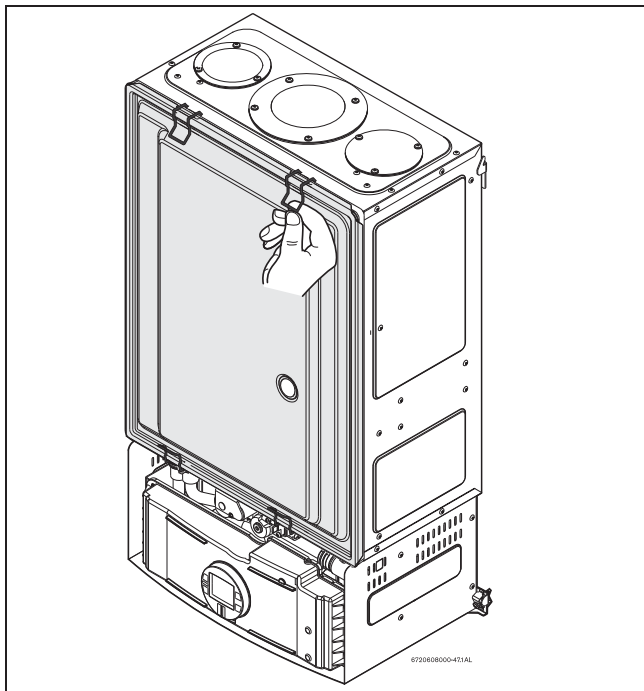

Рис. 4 Демонтаж крышки камеры сгорания
- 6. Снимите крышку камеры сгорания, см. рис. 4.